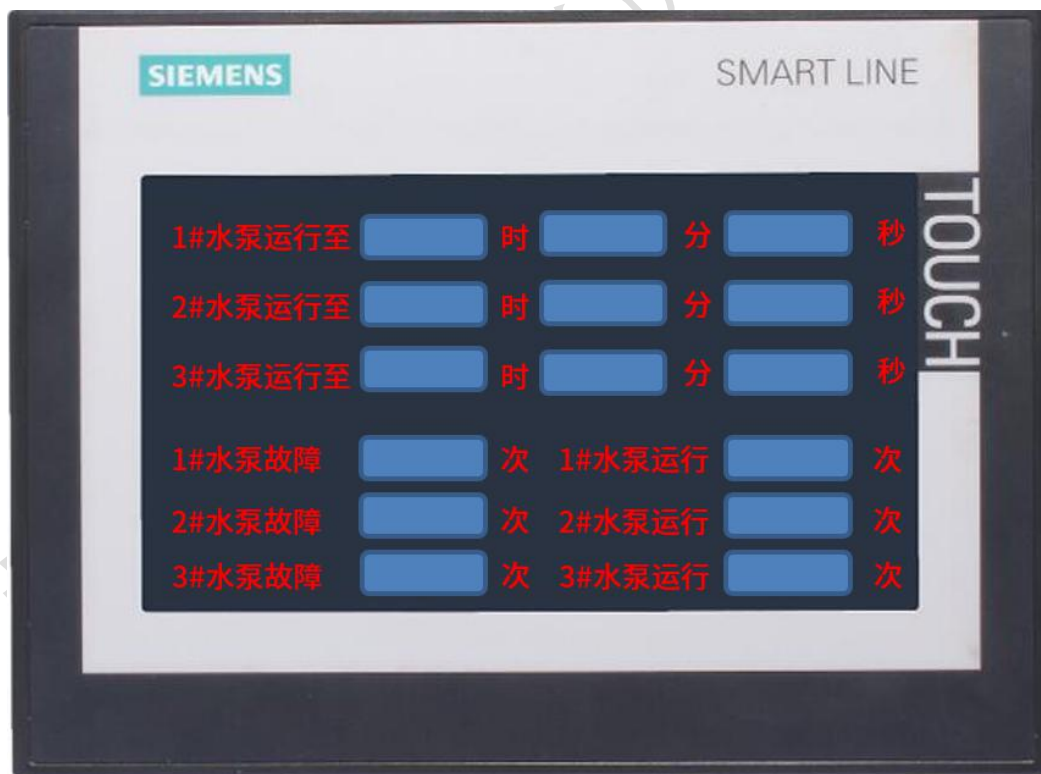

图 1
(1) 按下启动按钮，1#水泵开始启动。按下停止按钮停止当前运行水泵
(2) 当 1#水泵运行 8 小时后切换为 2#水泵， 2#水泵运行 8 小时后切换为 3 号水泵，周而复始循环。
(3) 当运行水泵出现故障时，立即停止。故障排除后再启动在原先的运行时间上累加（比如停止之前运行了 3 分钟，再运行就是 3 分 01 秒）
(4) 按下停止按钮立刻当前运行水泵，当任何一台水泵有故障达到 1 分钟后，自动切换下一台水泵运行。
(5) 水泵当前运行至几时几分几秒和启动次数、故障次数需要在触摸屏上显示（如图 1 所示）以便工作人员查看。